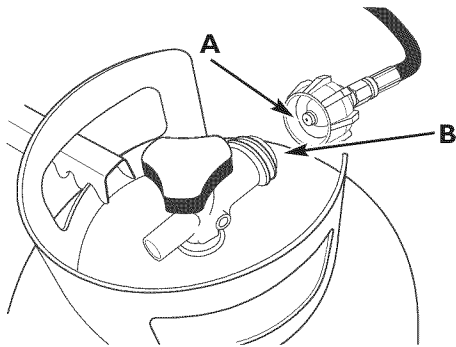

Figura 9 - Alineación correcta del dispositivo de conexión
7. Inserte el empalme del dispositivo de conexión izquierdo (según se mira el generador y los depósitos de combustible LP) en la salida de la válvula de depósito de combustible LP (consulte la Figura 9). Asegúrese de que queda bien insertado.
2. Desconecte el tubo flexible de combustible del depósito de LP girando a mano hacia la izquierda la tuerca de acoplamiento grande (consulte la Figura 9).